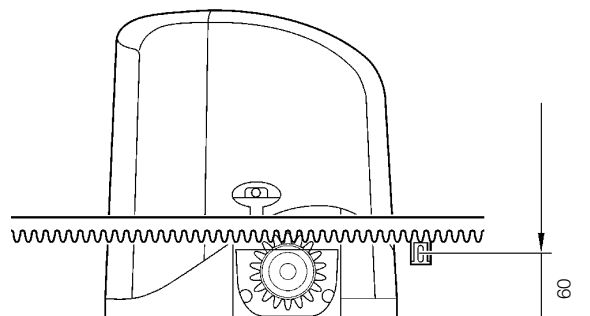

Figura 10
- Verificare che nei punti di fissaggio della cremagliera sul cancello ci sia una superficie idonea al fissaggio. Con la cremagliera CR100 vedere figura 10.